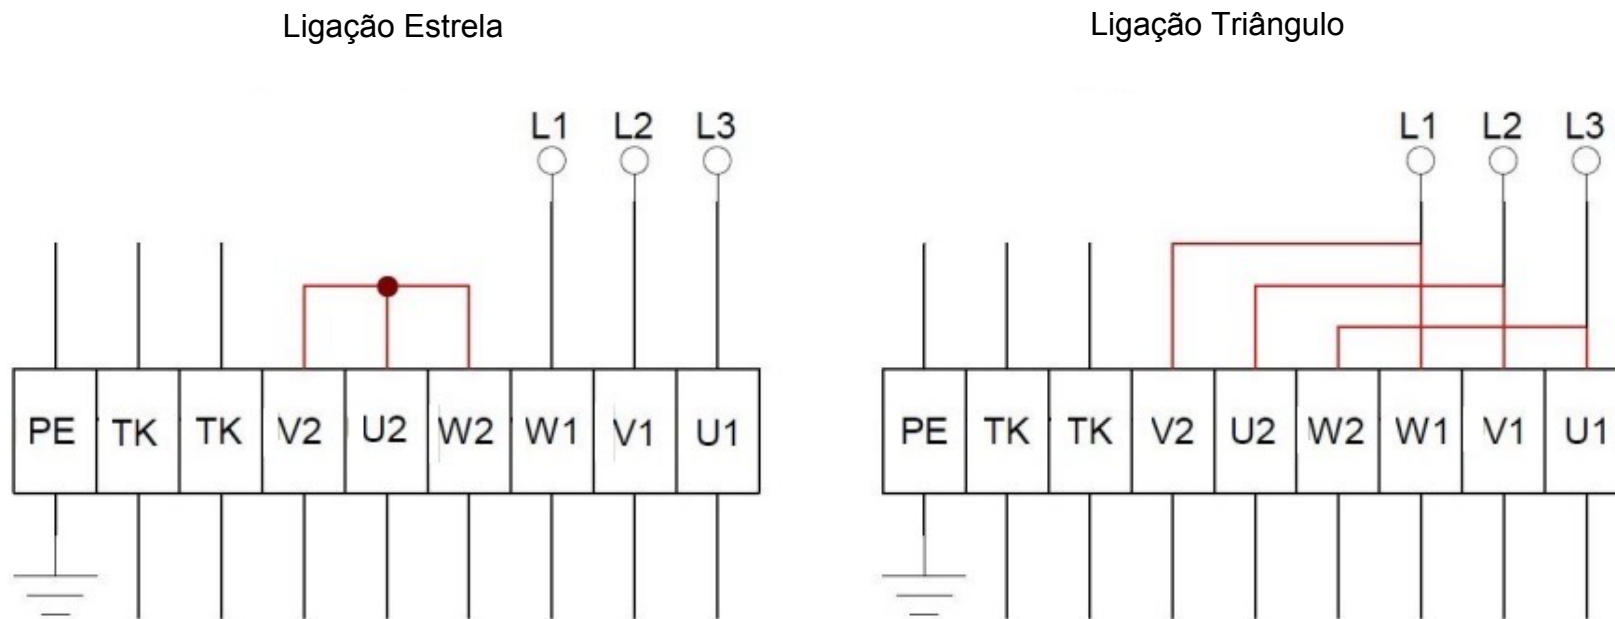

Figura 6 - Ligação triângulo e estrela
- Após abertura da caixa realizar a interligação de acordo com a Figura 6.